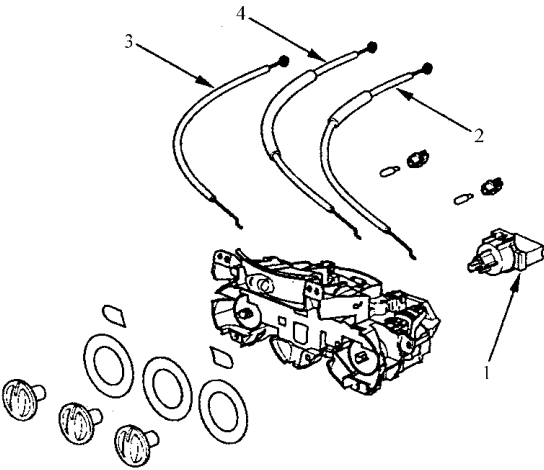

图 10-12 拆卸加热风扇开关
- 1) 如图 10-12 所示, 拆卸加热器风扇开关、空气混合控制拉线、模式控制拉线和再循环控制拉线。